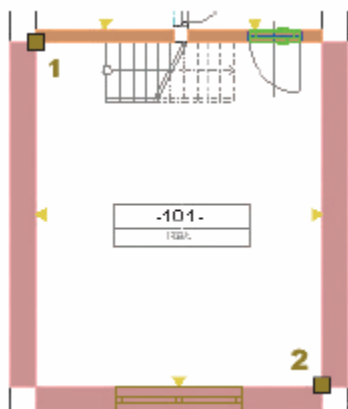

Рис. 2.3-1
1. По точкам, обозначенным на рисунке, создайте пол (аналогично созданию плоскости) – рис. 2.3-1.